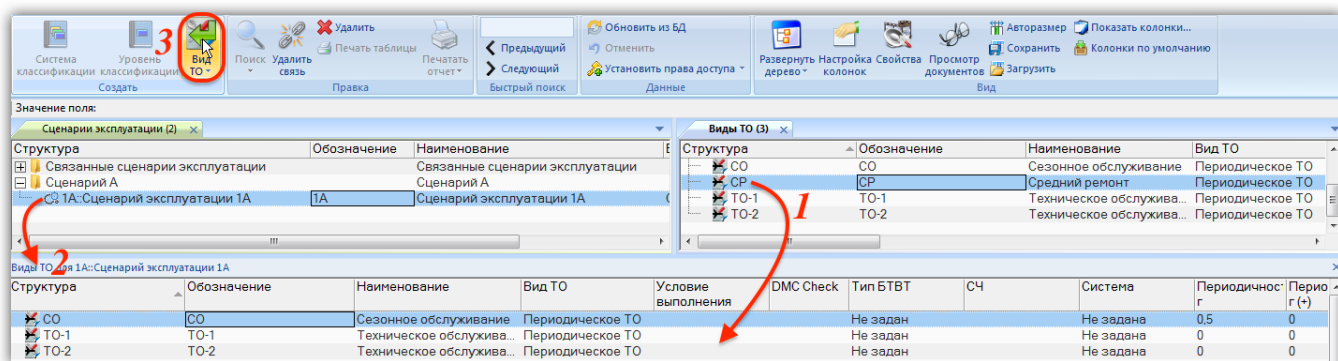

Рис. 18-14 – Установление связи вида ТО и сценария эксплуатации
- 4) Для добавления существующего вида ТО переместить вид ТО из справочника (1 на рис. 18-14) в окно связанных видов ТО для сценария эксплуатации (2 на рис. 18-14).
Также для создания связи с существующим видом ТО можно перейти в окно связанных объектов «Виды ТО» для сценария эксплуатации, нажать кнопку «Вид ТО» панели «Создать» (3 на рис. 18-14) и выбрать вид ТО из выпадающего списка⁴⁸⁾. В списке видов ТО отображаются обозначения и наименования видов ТО, созданных в справочнике «Виды ТО».